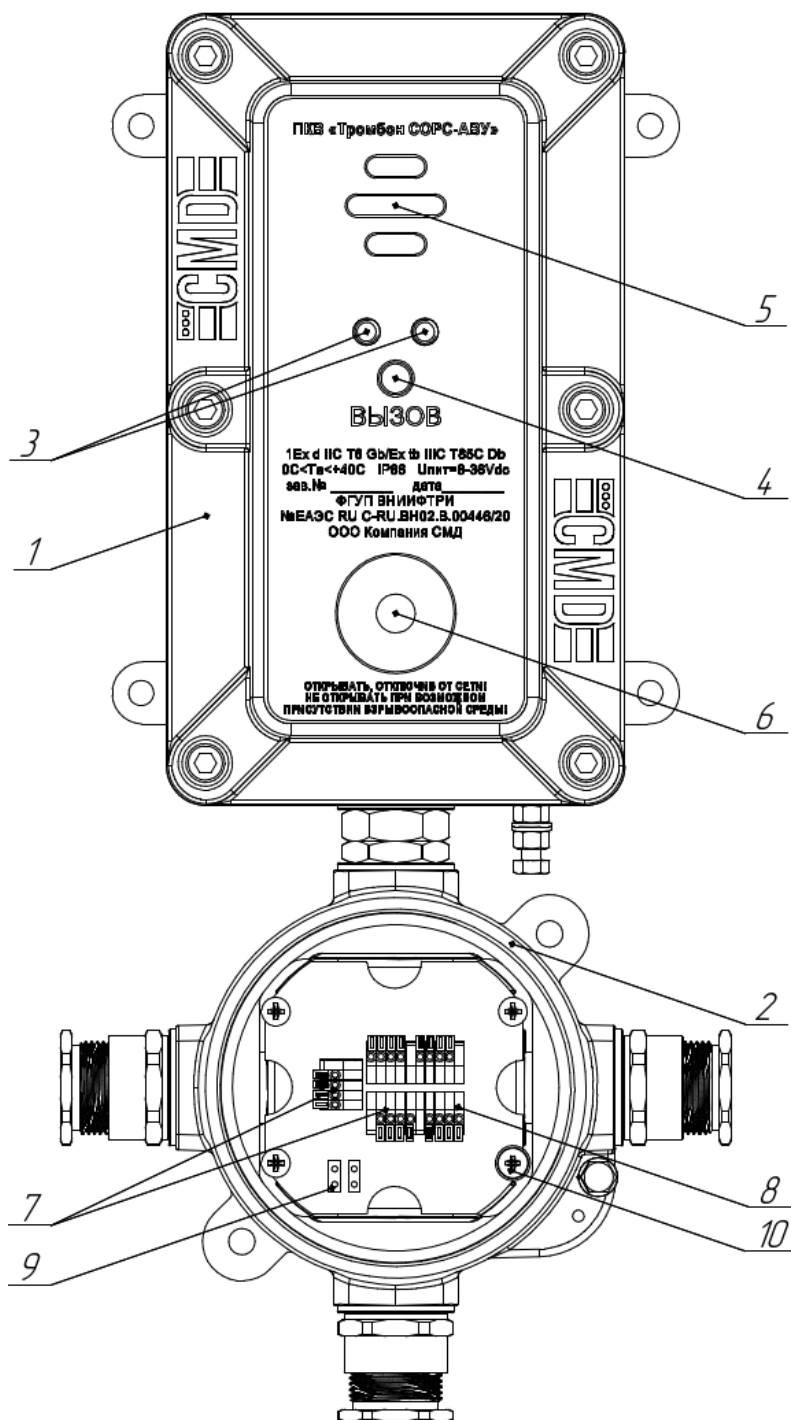

Рис. 1. Внешний вид ПКВ «Тромбон СОРС АВУ» со снятой крышкой коммутационной коробки.
5). Подключите к винту заземления внутри корпуса (рис. 1, поз. 10) экранирующую оплетку кабеля связи с ЛБС.
При изменении конфигурации системы или установке в систему ранее использованного АБУ, необходимо выполнить смену его адреса на заводской (по умолчанию). Только после этого возможно запрограммировать это АБУ в систему. Для смены адреса на заводской необходимо на клеммы АБУ рис. 1 поз. 3 установить перемычку, после этого подать питание на АБУ. Адрес АБУ будет заменен на заводской. После этого необходимо снять перемычку и запрограммировать АБУ в систему.